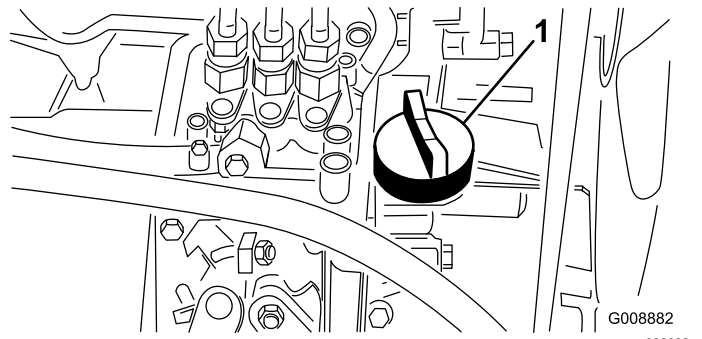

图 49
4. 如果油位较低请取下加油盖 (图 49) 缓慢添加少量机油不时检查油位直至油位达到量油尺上的“已满”标记。